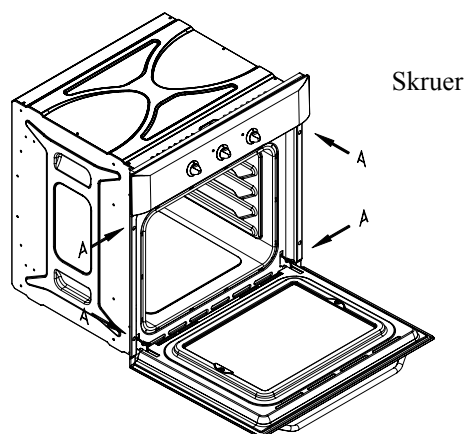

Fig. 3
Ovnen fastgøres til elementet med fire skruer (A) gennem de 4 huller i ovnrammen. Disse er synlige når ovnlågen er åben – fig. 3.